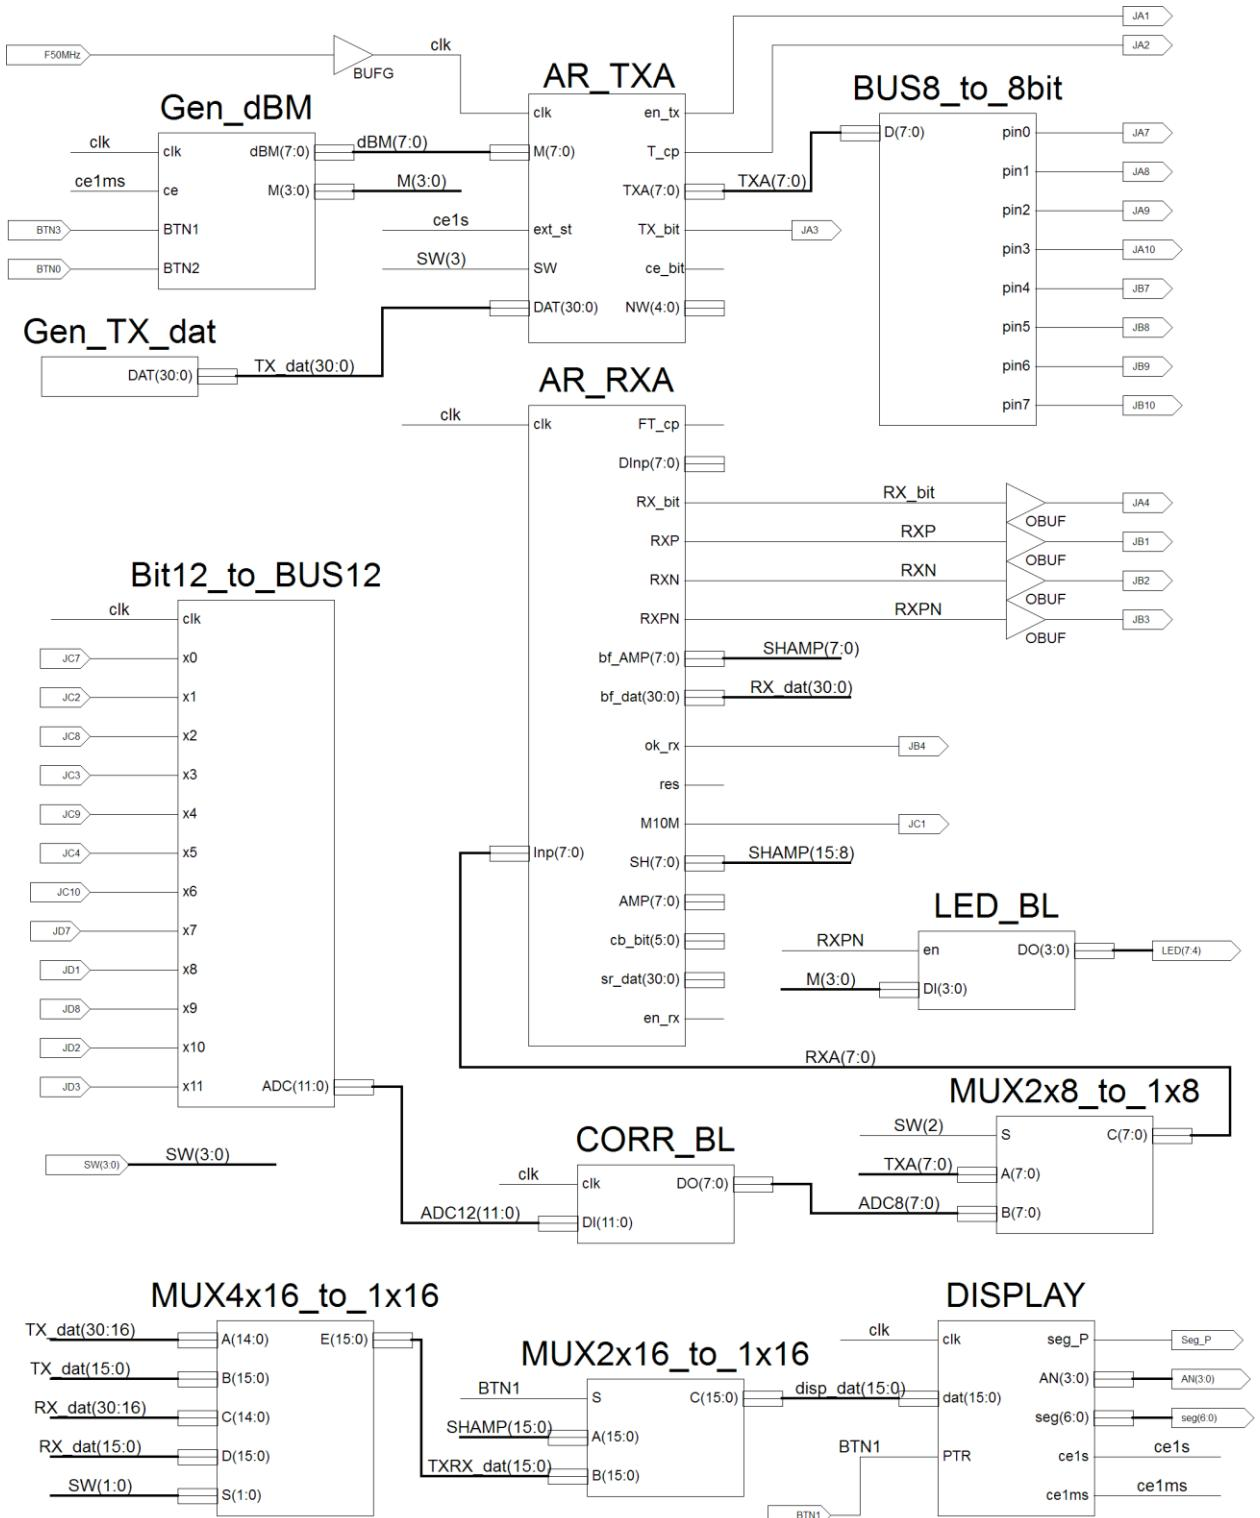

Рис.4 Схема лабораторной работы S\_Sch\_Lab405ADC
**3.3** Начертить в тетради схему лабораторной работы рис.4.
- 5.2** При работе в Schematic на листе схемы S\_Sch\_Lab405ADC разместить все необходимые символы и соединить их в соответствии с рис.4.